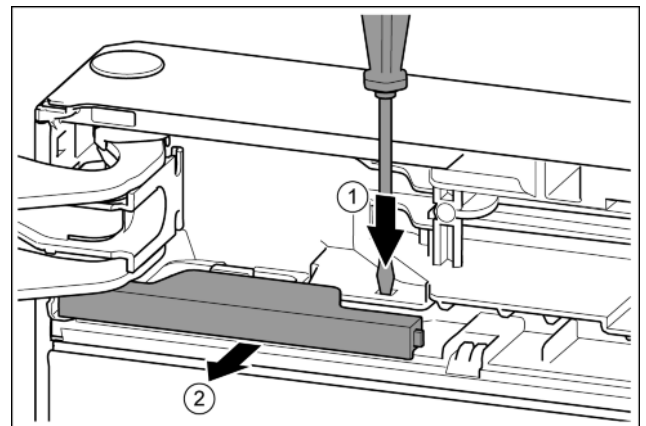

Fig. 8
- ▶ Lasche mit Schlitzschraubendreher drücken. Fig. 8 (1)
- ▶ Abdeckung aus der Verrastung ziehen. Fig. 8 (2)